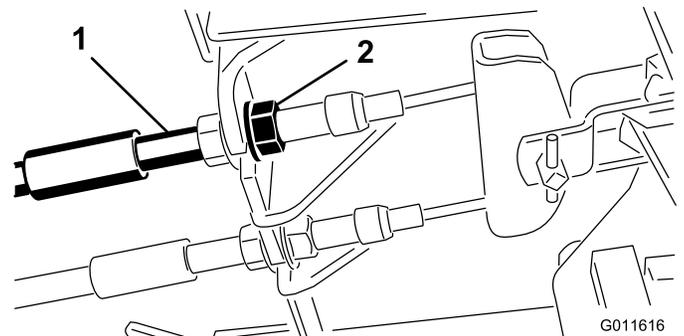

Bild 75
1. Ziehen Sie zum Reduzieren des Spiels der Bremspedale die Bremsen fester – lockern Sie dazu die vordere Mutter am Gewindeende des Bremszugs (Bild 75).